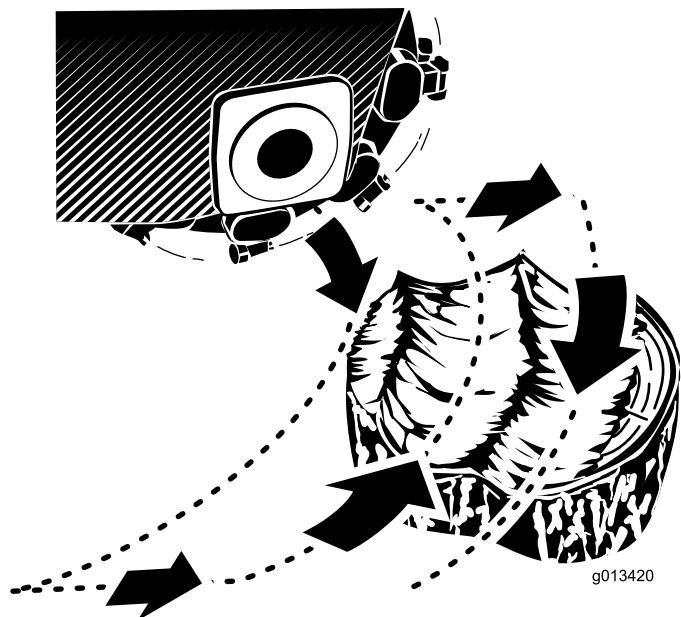

Figura 22
2. Utilizzate la leva di comando della tranciatrice e il comando della trazione per posizionare la tranciatrice sul lato della parte anteriore del ceppo, circa 2,5 cm sotto la superficie (Figura 22).
4. Utilizzate la leva di comando per spostare lentamente la tranciatrice attraverso la parte anteriore del ceppo, provocando una miriade di trucioli (Figura 22).
5. Spostate la macchina di pochi centimetri e ripetete il passaggio 4 (Figura 22).
6. Ripetete i passaggi da 4 a 5 fino a tagliare interamente la parte del ceppo (Figura 22).